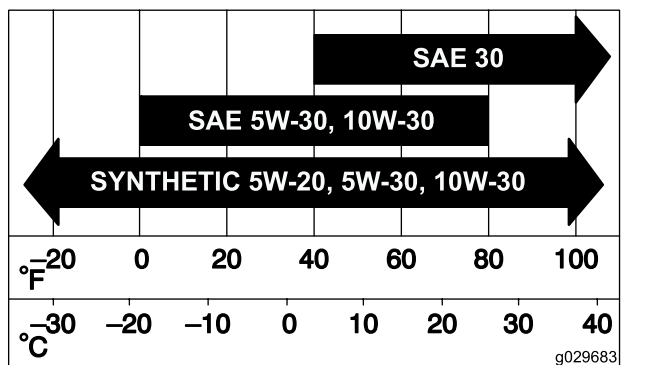

Bild 43
2. Schieben Sie den Filter vorsichtig in das Luftfiltergehäuse hinein (Bild 43).
3. Montieren Sie die Luftfilter Abdeckung und befestigen Sie diese mit den Laschen (Bild 43).